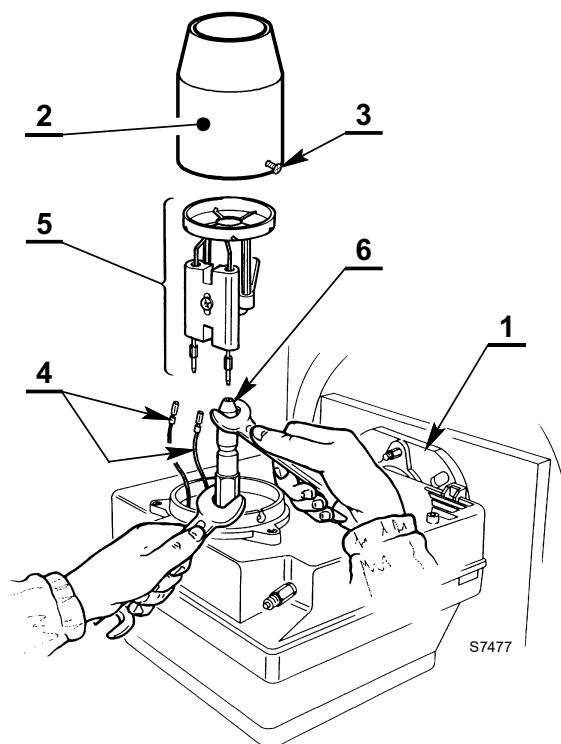

Fig. 12
- Extraiga el quemador desde generador de calor después de haber quitado la tuerca de fijación a la brida (1).
- Enganche el quemador a la brida (1), quite el tubo llama (2) después de haber aflojado los tornillos (3).
- Extraiga los cables (4) de los electrodos, extraiga del grupo portaboquilla el grupo de soporte del disco estabilizador (5), después de haber aflojado el tornillo (3).
- **Enrosque la boquilla (6) correctamente, apretándola tal como se muestra en la Fig. 12.**
- Cambiar la boquilla, (Fig. 12, en pág. 9) y verificar que los electrodos estén bien colocados (Fig. 15, en pág. 10).